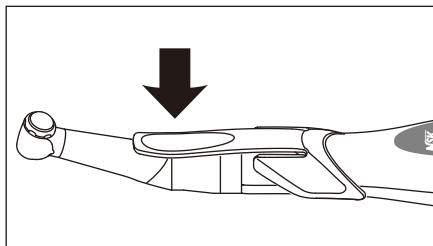

Fig. 8
- 3) Precione o botão durante mais de dois segundos para acender, prima no sítio indicado pela seta, tal como se mostra na Fig. 8 e confirme que a peça de mão do motor roda adequadamente.